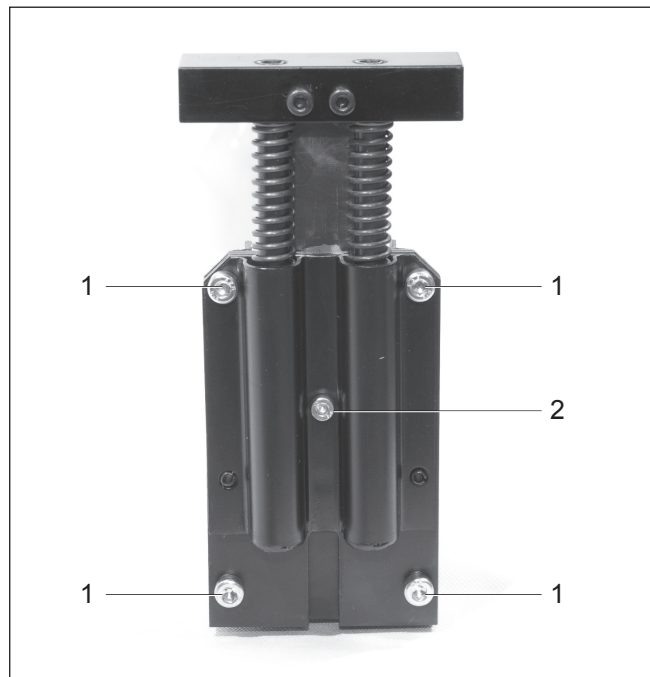

Fig. 16
2. Vier Zylinderschrauben (Fig. 16/1) entfernen und Baugruppe von Führung entfernen.
3. Zylinderschraube (Fig. 16/2) lösen und Federführung entfernen.